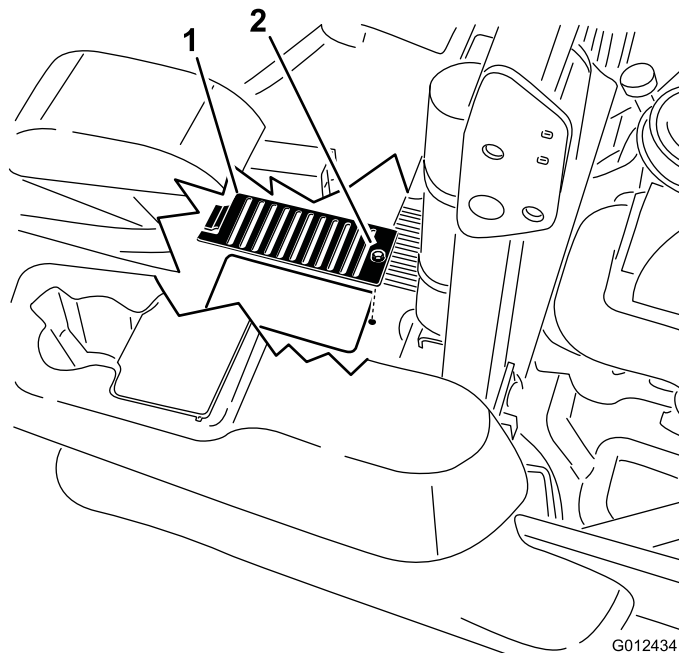

Bild 75
6. Entfernen Sie über jedem Peilstab die Abdeckung und die an der Abdeckung befestigte Schraube. Reinigen Sie den Bereich um jeden Ölpeilstab und jede Hydraulikanlage (Bild 75).